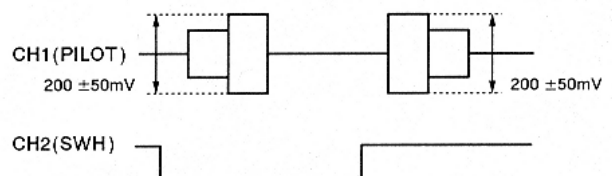

Fig. 6-7
- 3). Check that the 130 kHz pilot signal are $200 \pm 50 \text{ mV}$ for head A and head B. (Refer to Fig. 6-7)
- 3). 130kHzのパイロット信号レベルが $200 \pm 50 \text{ mV}$ であることをAヘッド、Bヘッドについて確認する。(図6-7参照)